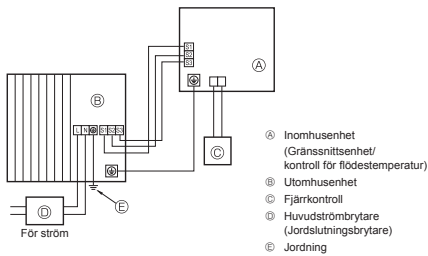
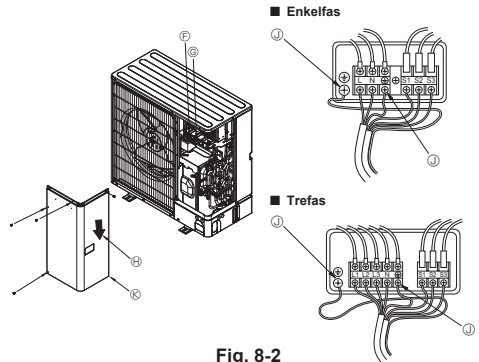

Fig. 8-1
Fig. 8-2
8.1. Utomhusenhet (Fig. 8-1, Fig. 8-2)
- ① Ta bort servicepanelen.
- ② Hänvisa till fig. 8-1 och fig. 8-2 när kablarna dras.